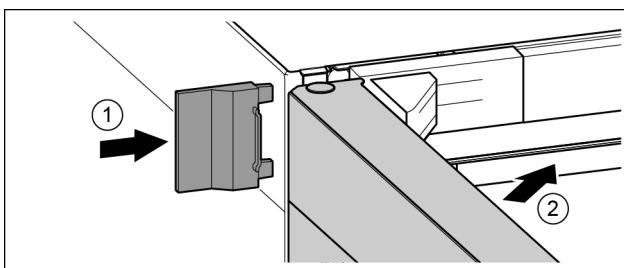

Fig. 26
- ▶ Nataknite vanjski pokrov. Fig. 26 (1)
- ▶ Zatvorite gornja vrata. Fig. 26 (2)